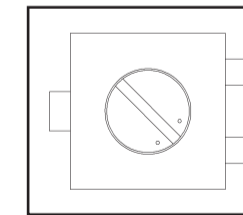

Fig. 5E
– положение микропереключателя показано на Рис. 5E (Максимально направо). Термостат регулирует комнатную температуру с помощью встроенного датчика.
The thermostat regulates the room temperature by means of the built-in sensor. Setting as shown in Fig 5E (maximal turning to the right).